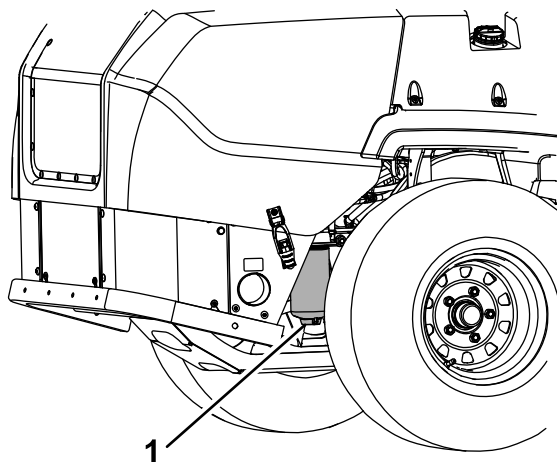

図 40
4. 水セパレータのドレンプラグ1回転開き、水やその他の汚染物質を排出する (図 40)。